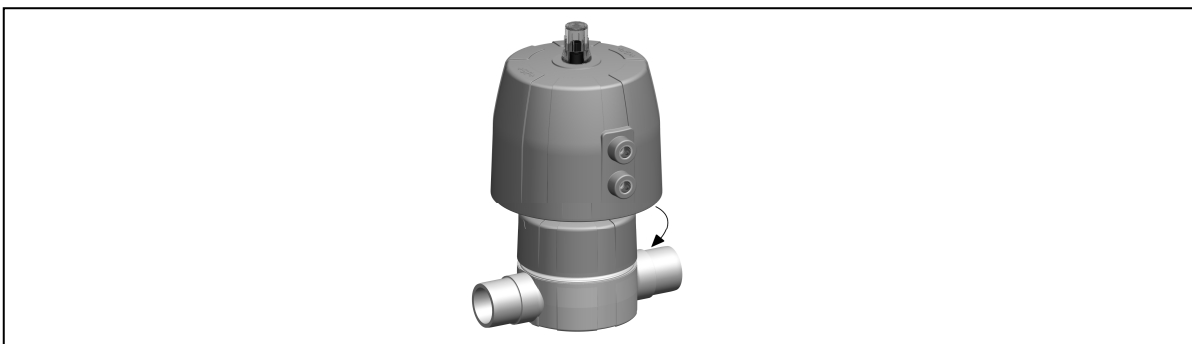

Рис. 25
- ▶ Сожмите гайку жилья handtight, см. рис. 25